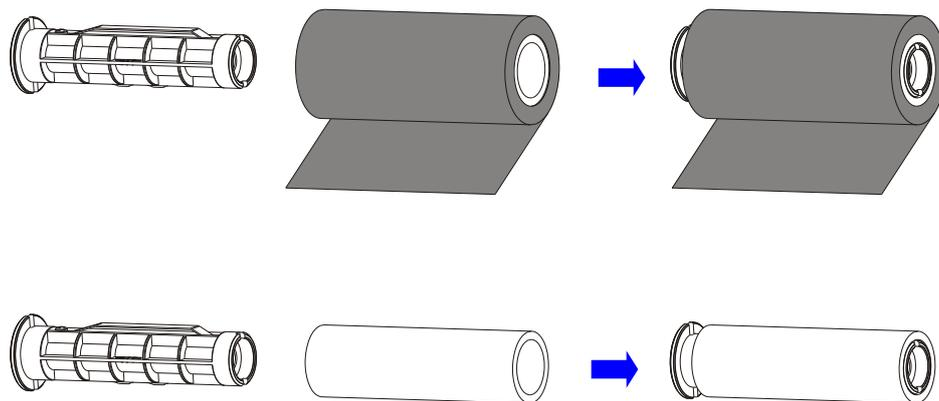

图 2-8 安装碳带适配管
3. 拆开碳带卷，将一个碳带适配管插入碳带卷中，同时将另外一个碳带适配管插入空卷芯中，并使碳带卷和空卷芯处于碳带适配管上的居中位置。如图 2-8 所示。